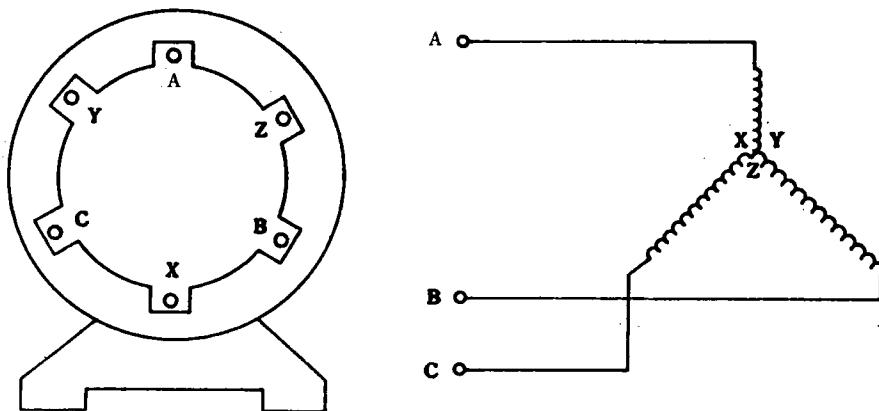
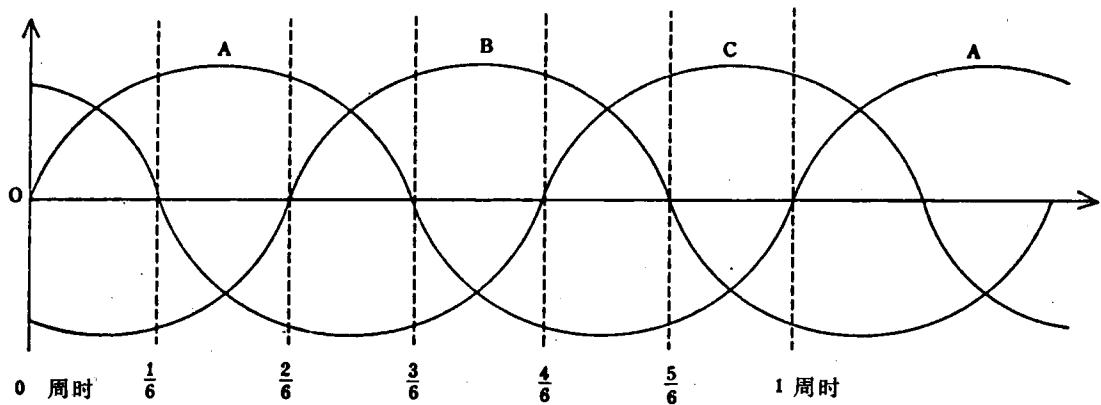

图 2-5 2 极异步电动机绕组及星形接法
图 2-6 三相对称电流波形图及旋转磁场示意图
所谓旋转磁场，就是按一定规律分布的磁场，围绕 1 个轴心在空间不断地旋转。当异步电动机的定子绕组中通入三相交流电时，气隙中就会产生 1 个旋转磁场，把定子获得的能量传递到转子上，转子也就转动起来。异步电动机的定子绕组是由许多个线圈连接而成的，所有线圈都按顺序放在定子铁芯槽里，然后依照一定规律连接起来，成为三相定子绕组。为了便于说明问题，我们以 2 极电动机为例，把分布在定子圆周上的三相绕组用 3 个相同的单匝线圈代替。它们在空间是对称分布的。也就是说，它们的始端 ABC（或末端 XYZ）在空间位置上互隔 120 度。我们把 3 个绕组接成星形，并接到对称的三相电源上，如图 2-5 所示。于是，在定子三相绕组中便通过三相对称电流 ABC 如图 2-6 为三相对称电流的波形图。为了分析方便，习惯规定电流为正值时是从绕组的始端流向末端，即电流流入纸面时用符号 ⊗ 表示，流出纸面时用符号 ⊕ 表示，根据这个规定，我们分析在不同瞬间由三相电流所产生的磁场是什么情况。
当在 0 周时瞬间，B 为负，即电流从 B 相的末端 Y 流向始端 B (Y 为 \otimes ，B 为 \odot)；C 为正，即电流 C 相绕组的始端 C 流向末端 Z (C 为 \otimes ，Z 为 \odot)；A 相绕组中的电流为 0，(A 为 0，X 为 0)，应用右手螺旋定则，可以确定合成磁场的方向，即 N 极在上，S 极在下，如图 2-6-(1)
在 $\frac{1}{6}$ 周时瞬间，A 为正 (A 为 \otimes ，X 为 \odot)，B 为负 (B 为 \odot ，Y 为 \otimes)，C 为零 (C 为 0，Z 为 0)。从图 2-6-(2) 可以看出，由 A、B 产生的合成磁场的方向比 0 周时按顺时针方向旋转了 60 度。
在 $\frac{2}{6}$ 周时瞬间，A 为正 (A 为 \otimes ，X 为 \odot)，C 为负 (C 为 \odot ，Z 为 \otimes)，B 为零 (B 为 0，Y 为 0)。从图 2-6-(3) 可以看出，由 A、C 产生的合成磁场的方向比 $\frac{1}{6}$ 周时按顺时针方向又旋转了 60 度。
在 $\frac{3}{6}$ 周时瞬间，B 为正 (B 为 \otimes ，Y 为 \odot)，C 为负 (C 为 \odot ，Z 为 \otimes)，A 为零 (A 为 0，X 为 0)。从图 2-6-(4) 可以看出，由 B、C 产生的合成磁场的方向比 $\frac{2}{6}$ 周时按顺时针方向又旋转了 60 度。
在 $\frac{4}{6}$ 周时瞬间，B 为正 (B 为 \otimes ，Y 为 \odot)，A 为负 (A 为 \odot ，X 为 \otimes)，C 为零 (C 为 0，Z 为 0)。从图 2-6-(5) 可以看出，由 B、A 产生的合成磁场的方向比 $\frac{3}{6}$ 周时按顺时针方向又旋转了 60 度。
在 $\frac{5}{6}$ 周时瞬间，C为正（C为 \otimes ，Z为 \odot ），A为负（A为 \odot ，X为 \otimes ），B为零（B为0，Y为0）。从图2-6-(6)可以看出，由C、A产生的合成磁场的方向比 $\frac{4}{6}$ 周时按顺时针方向又旋转了60度。
在1周时瞬间，B为负（B为 \odot ，Y为 \otimes ），C为正（C为 \otimes ，Z为 \cdot ），A为零（A为0，X为0）。从图2-6-(7)可以看出，由C、B产生的合成磁场的方向比 $\frac{5}{6}$ 周时按顺时针方向又旋转了60度。同时又可看出，它与0周时的合成磁场方向是一样的，即磁场又转回到原来的样子。它已旋转了整整1周，转过了360度。如是周而复始，磁场则不断地旋转下去，每秒钟旋转50周（即50周波，或叫50赫兹），每分钟磁场则旋转3000转。